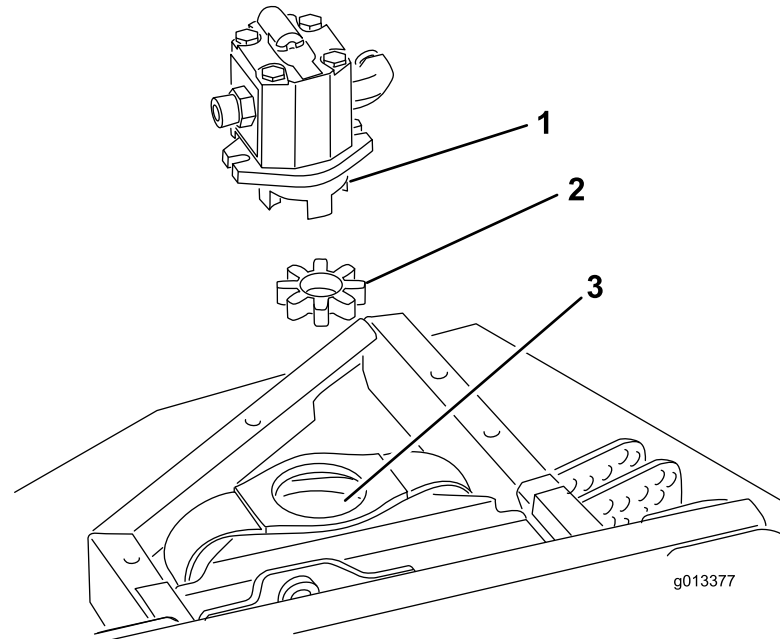

Figura 2
Nota: Controllate che il mozzo del giunto non sia usurato, e sostituitelo se è danneggiato (Figura 2).
3. Estraete il giunto elastomerico da ogni accoppiamento delle pulegge. Ispezionatelo in cerca di eventuali segni di usura e, se necessario, sostituitelo. Altrimenti conservatelo per montarlo sul nuovo piatto di taglio (Figura 2).